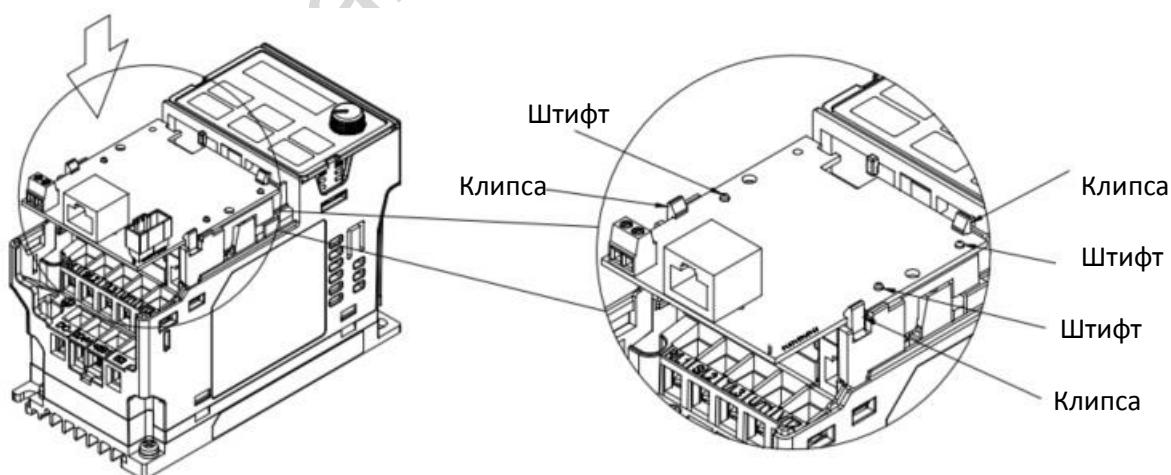

Рис. 8-2
4. Как показано на рис. 8-2, установите три отверстия на соответствующие штифты. Надавите на опциональную плату до фиксации.